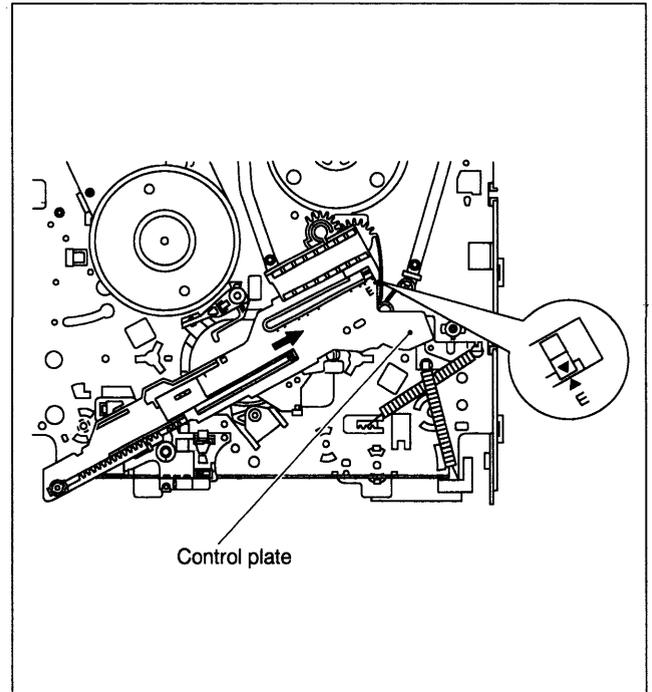

Fig. 2-3-2
- (1) Com as marcas dos braços de carregamento alinhadas, instale a placa de controle com a marca ▼ na eixo da engrenagem do braço de carregamento esteja alinhada com a marca E da placa de controle. (Veja Fig. 2-3-2)